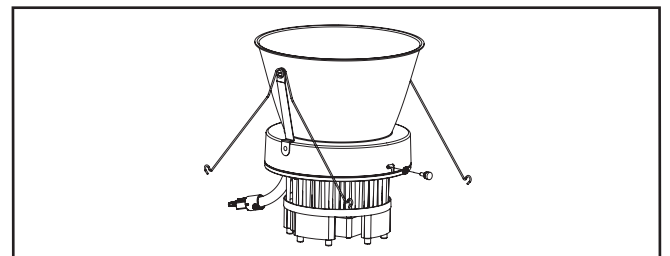

Figura 7.
4. Usando los tornillos de ajuste manual incluidos, asegure con firmeza la moldura inferior al motor de la luminaria LED. Alinee el enchufe de alimentación del motor de la luminaria LED con el conector del alojamiento y empújelos juntos. Ya está realizada la conexión eléctrica. (Figura 7.)